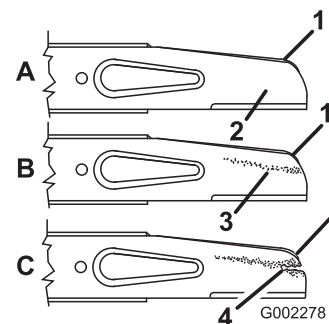

Figure 28
2. Retirez les écrous, l'accélérateur et la lame (Figure 28).